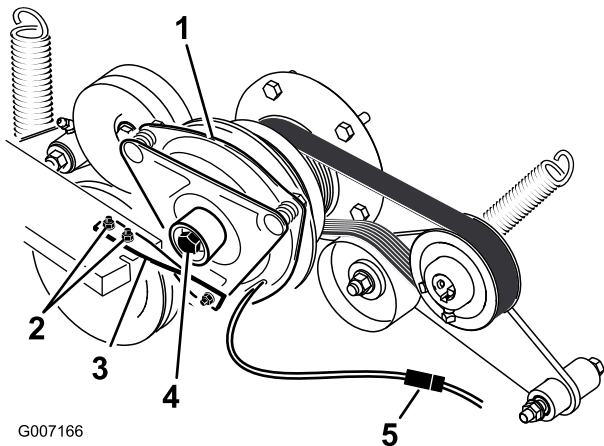

Figura 65
5. Desligue a ligação elétrica para a embraiagem (Figura 65).
6. Retire os parafusos que fixam a fita de borracha da embraiagem à estrutura do cortador (Figura 65).
7. Retire o parafuso central que fixa a embraiagem ao eixo do motor e retire a embraiagem e a chave (Figura 65).
14. Enquanto segura a árvore de cames na parte de trás da máquina, instale o parafuso central e aperte-o com 68 Nm (Figura 65).
15. Instale a fita de borracha da embraiagem na estrutura do cortador com os dois parafusos e porcas anteriormente retirados (Figura 65).
17. Ligue a ligação elétrica para a embraiagem (Figura 65).